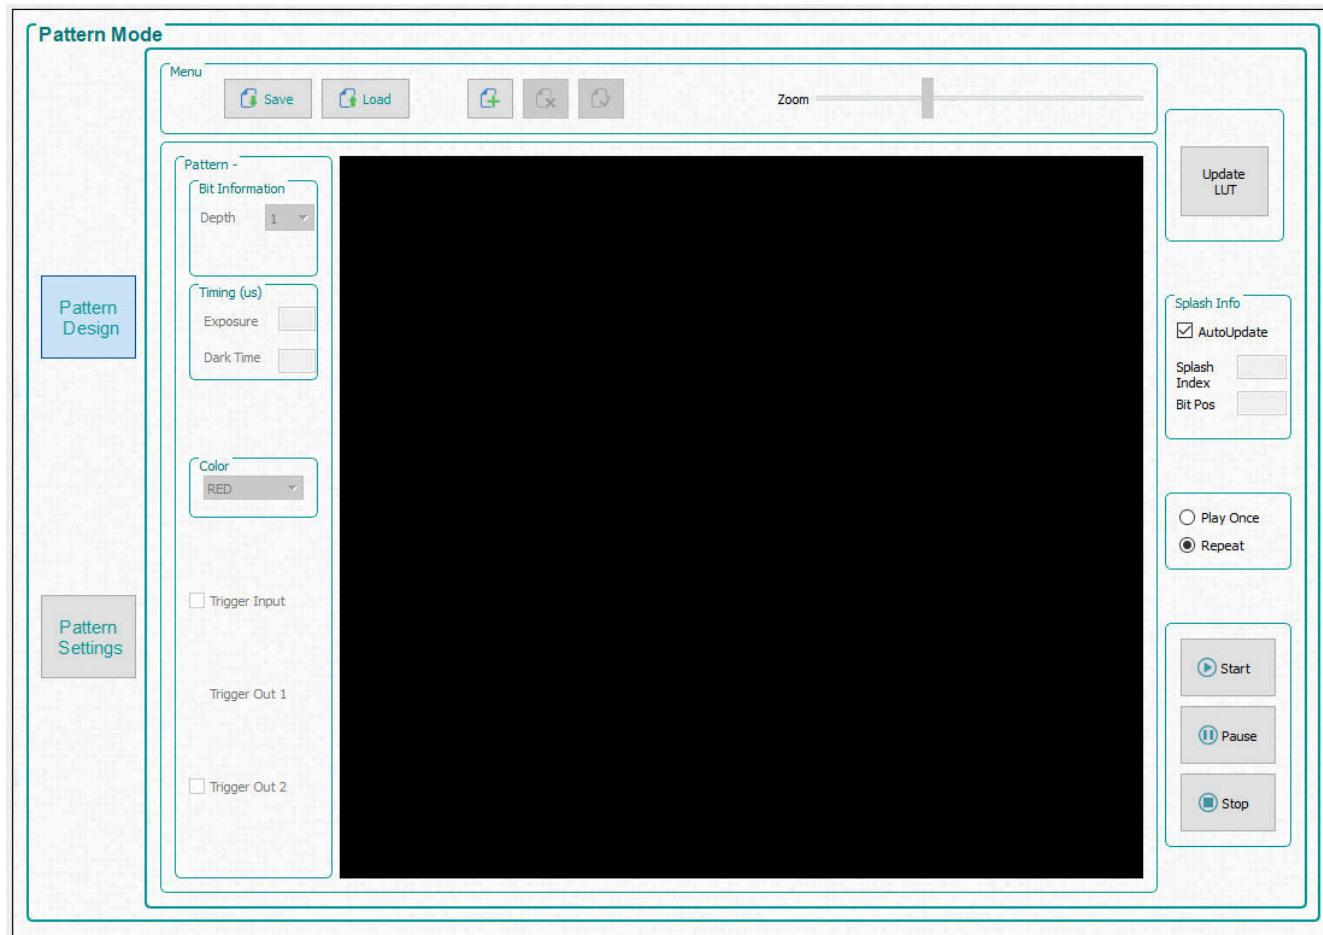

图 3-6. 图案模式设计面板
点击 GUI 顶部的 *Pattern Mode* 按钮以显示 *Pattern Mode* 面板，如图 3-6 所示。
2. 从 **Operating Mode** 编组框中勾选 **Pattern On-The-Fly Mode**，然后点击 **Pattern Design** 按钮，这样就会显示较大的黑色面板，如 图 3-6 所示。
4. 从 *Operating Mode* 编组框中选择 *Video Pattern Mode*，然后点击 *Pattern Design* 按钮，这会显示较大的黑色面板，如 图 3-6 所示。